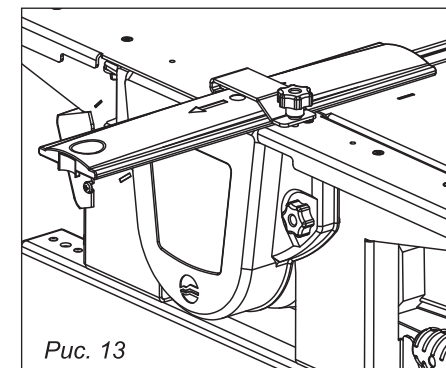

Рис. 13
7.2.3. Установка ограждения (рис. 13)